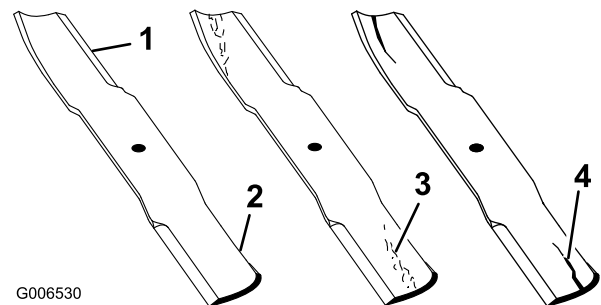

Bild 53
1. Untersuchen Sie die Schnittkanten (Bild 53). Entfernen und schärfen Sie die Messer, wenn die Schnittkanten nicht scharf sind oder Auskerbungen aufweisen. Siehe Schärfen der Messer“.
2. Prüfen Sie die Schnittmesser, insbesondere den gebogenen Bereich (Bild 53). Wenn Sie Schäden, Verschleiß oder Rillenbildung in diesem Bereich
feststellen (Bild 53), sollten Sie sofort ein neues Schnittmesser einbauen.